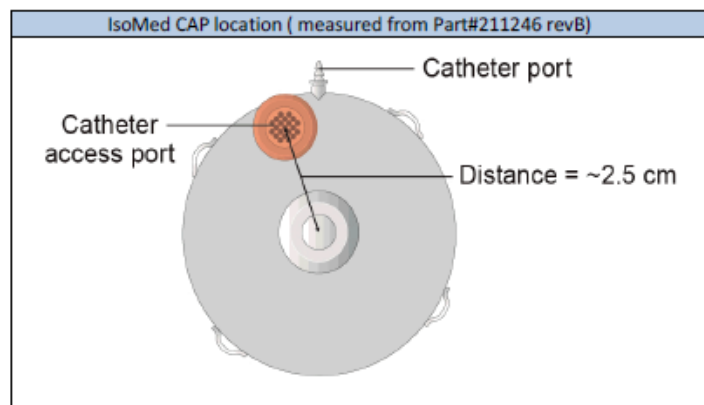

Figure 1 : Emplacement du port d'accès au cathéter IsoMed™
**Différence principale :** Le **TEMPLATE** du kit d'accès aux cathéters pour SynchroMed® II modèle 8540 de Medtronic **n'est PAS compatible** avec la pompe IsoMed™ et ne peut être utilisé pendant la procédure d'accès au cathéter. L'orifice d'accès du cathéter de la pompe IsoMed™ se trouve à un emplacement différent de celui de la pompe SynchroMed® II (voir Figure 1).
- Palpez pour identifier le site d'accès au cathéter du côté surélevé de la pompe IsoMed™ (Figures 1 et 2). Le site d'accès au cathéter est situé sur le bord de la pompe et à environ 2,5 cm de l'orifice de remplissage.